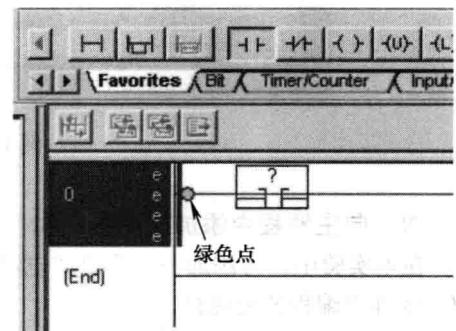

图 1-8 选择并插入闭合指令
4. 在指令工具栏中，左键单击并按住检查是否闭合指令 如图 1-8 所示。
5. 将 XIC 拖到梯级 0 上，直到出现如图 1-8 所示的绿色点。在想要放置指令的位置上释放鼠标按键。